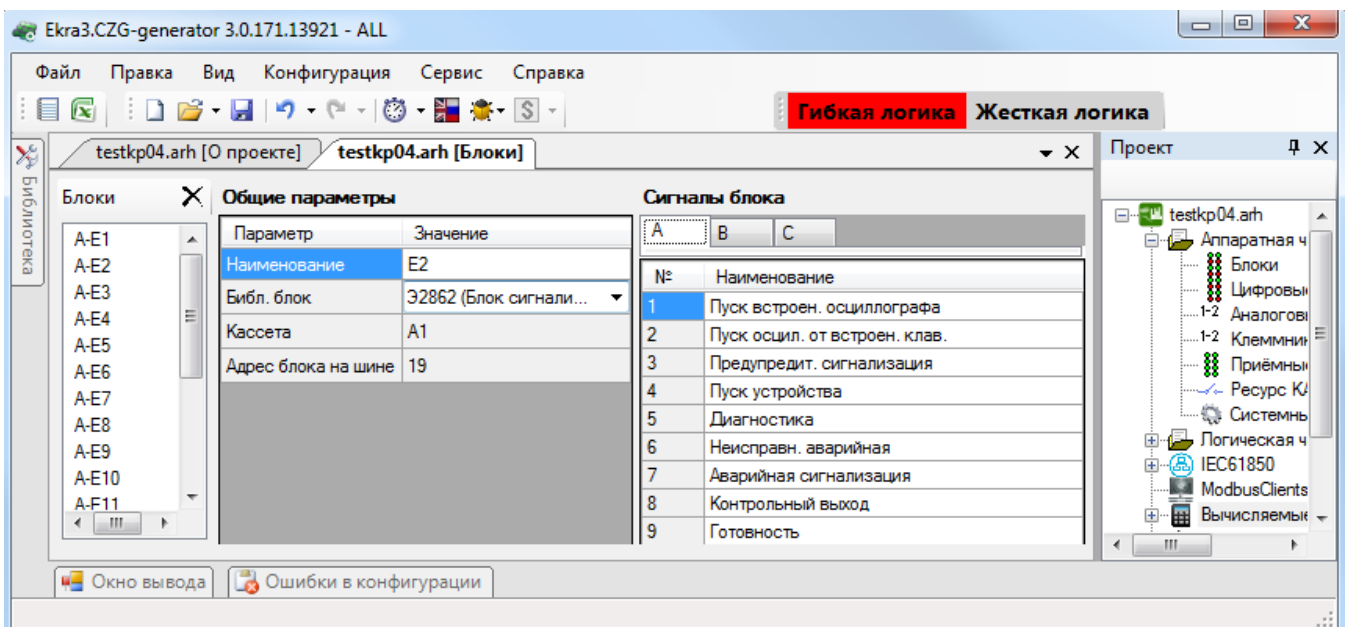

Рисунок 3.23
3.4.1.3.12 Блок сигнализации (Блок индикации) (см. рисунок 3.23)